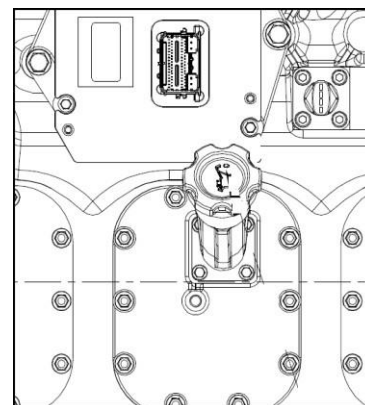

Рис.4.1 А – Маслозаливная горловина
- Залейте моторное масло (рис. 4.1А)